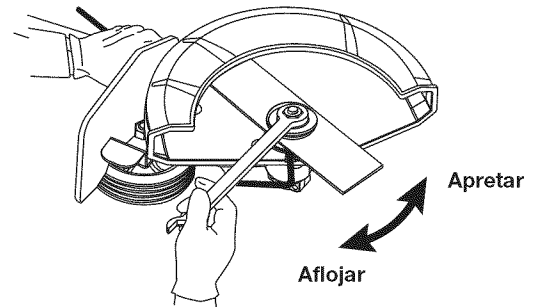

Fig. 8
3. Mientras sostiene la varilla de traba, afloje la contratuerca girándola **en el sentido de las agujas del reloj** con una llave de 13 mm (Fig. 8).
8. Mientras sostenga la varilla de traba, apriete la contratuerca girándola **en sentido contrario a las agujas del reloj** (Fig. 8). Cerciérese que la cuchilla de la bordeadora quede plana y centrada en relación con el eje de salida cuando apriete la contratuerca.